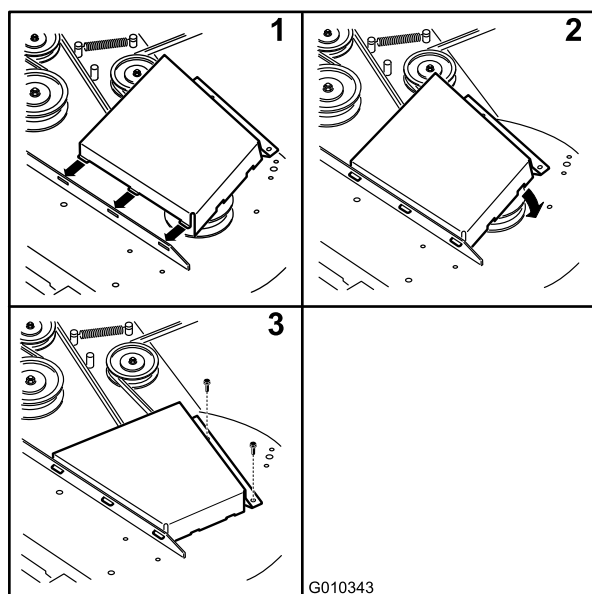

Figure 70
12. Remettre les couvercles de courroies (Figure 70).